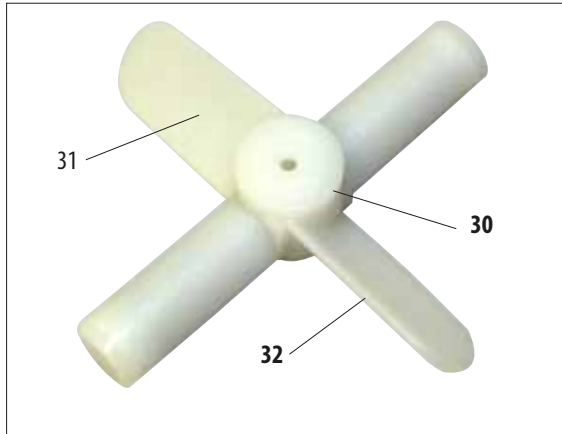

Рис. 7
- Распакуйте магнитную мешалку (30, рис. 7) и вставьте в реторту.
(Рис. 7)